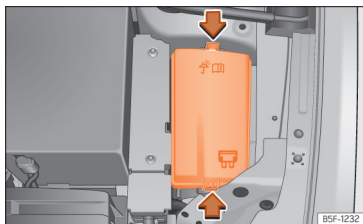

Fig. 222 No compartimento do motor: tampa da caixa de fusíveis.
- Pressione as patilhas de bloqueio para desbloquear a tampa da caixa de fusíveis >>> **Fig. 222.**